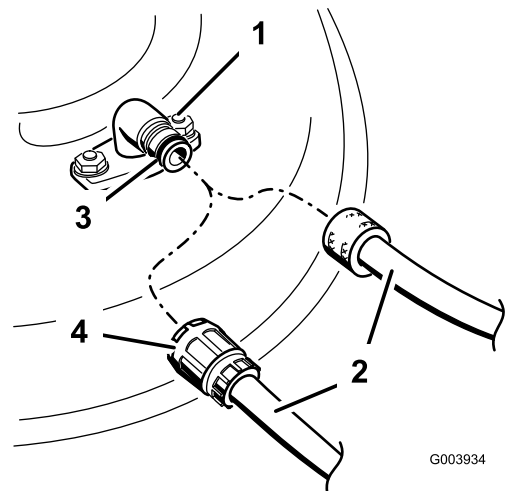

Figura 68
- Conecte el acoplamiento de la manguera al extremo del conector de lavado del cortacésped, y abra el grifo al máximo (Figura 68).